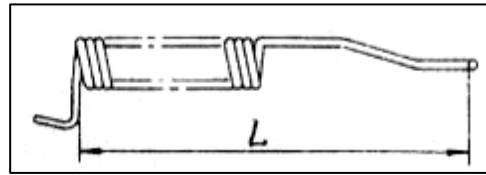

Fig. 5-14
- (6) Mida la longitud libre y la carga instalada del resorte de retorno para las zapatas de freno (Fig. 5-14);